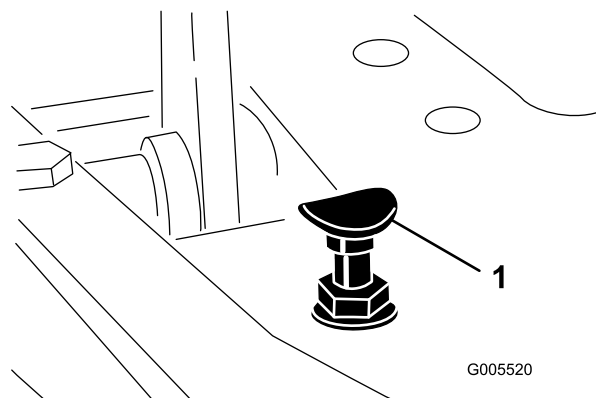

Figura 41
Per ottenere la velocità massima di trasferimento mettete la leva di comando delle funzioni in posizione di TRASFERIMENTO e premete il pedale di trazione. Se il pedale tocca il fermo (Figura 41) prima che avvertiate la tensione sul cavo, effettuate la seguente procedura di regolazione:
1. Spostate la leva di comando delle funzioni in posizione di TRASFERIMENTO e allentate il dado di bloccaggio che fissa il fermo del pedale alla piastra di appoggio (Figura 41).